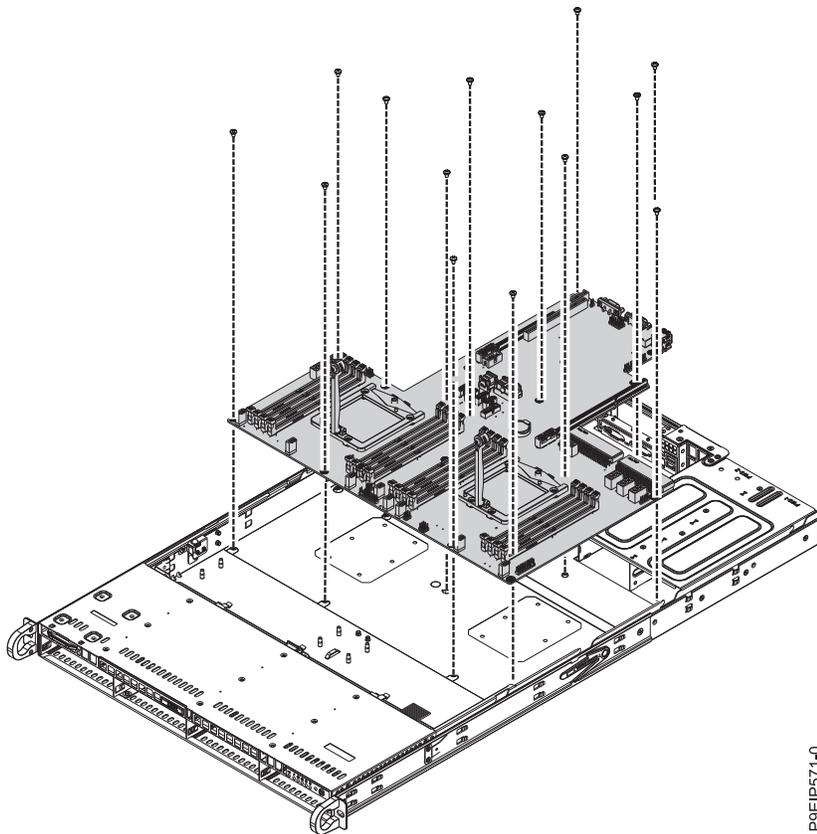

図 39. システム・バックプレーンを持ち上げて外す
12. プロセッサ・ヒート・シンクを手にとって、システム・バックプレーンを慎重に前方に移動し、持ち上げて取り外します。42 ページの図 39を参照してください。